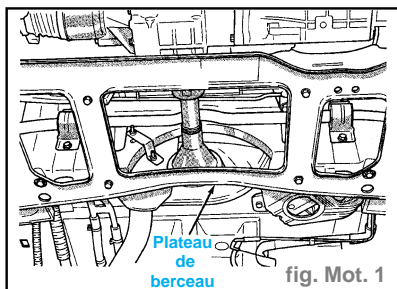

fig. Mot. 1
- Déposer le plateau de berceau transversal (fig. Mot. 1).
- Poser le plateau de berceau transversal (fig. Mot. 1).